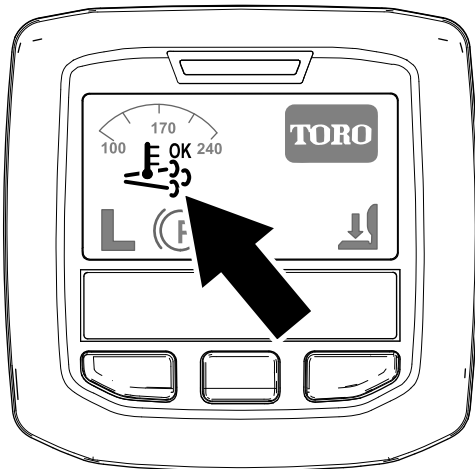

Figura 28
- El icono de regeneración asistida/de reinicio se muestra en el InfoCenter (Figura 28).